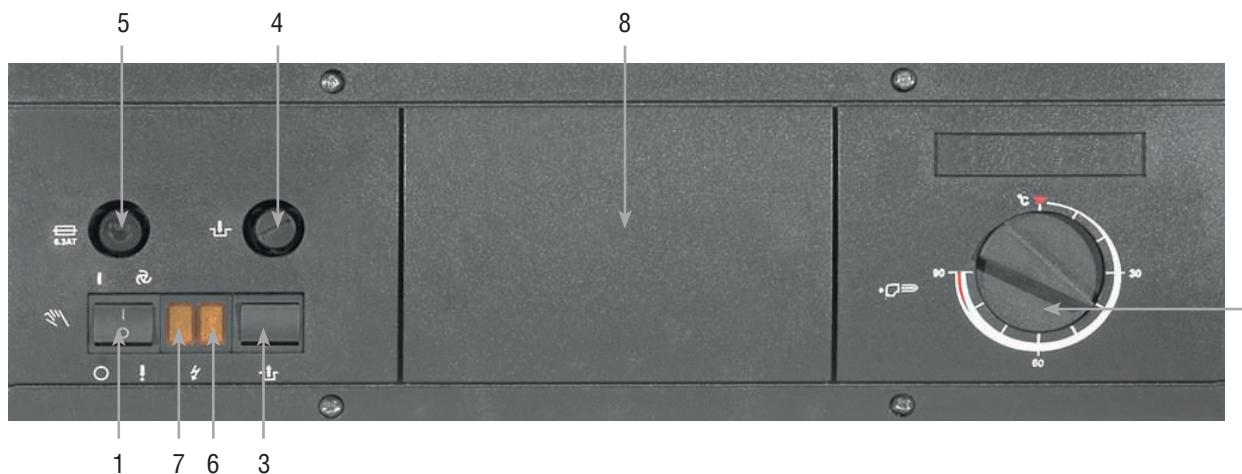

Рис. 6
На панели управления открутите защитный колпачок термостата (поз.6, рис.6).
- главный выключатель переведен в положение «вкл» (поз.1, рис.6);
- термостат котла выставлен на необходимую температуру (поз.2, рис.6);
- термостат безопасности (поз.4, рис.6) сработал от перегрева, для чего последовательно сделайте следующее: